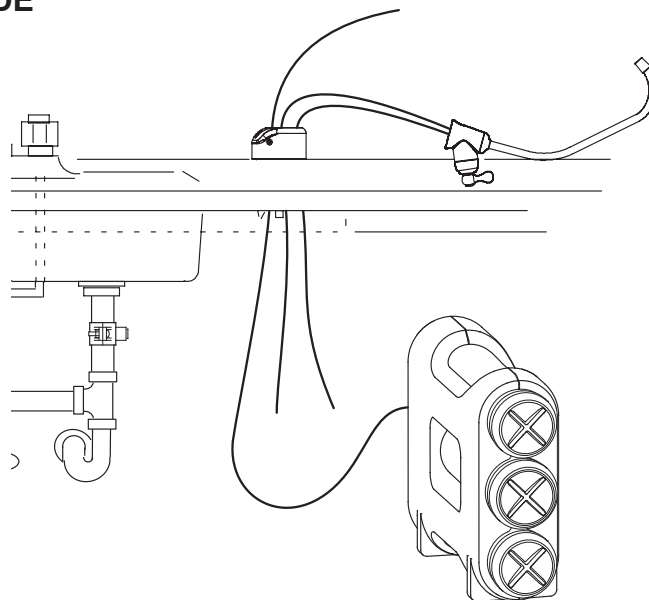

FIG. 14
7. Encuentre el cuerpo del grifo. Los tubos negro y azul ya están conectados al grifo. Inserte estos tubos en el orificio del fregadero hasta que aproximadamente 1 pie (30.5 cm) de tramo del tubo y el cuerpo del grifo queden sobre la superficie de la encimera. No doble los tubos en el proceso. Vea la Fig. 14.